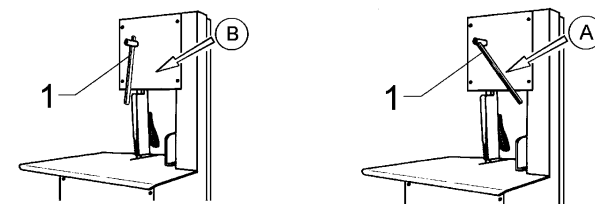

图 7.6.1
7.6.1 锯片张紧度设定 (图7.6.1)
锯片张紧度可通过机械地转动旋钮“1”来设定。转动位置“A”上的旋钮（图7.6.1），锯片将被拉紧。要解除锯片的张紧，旋转位置“B”上的旋钮。